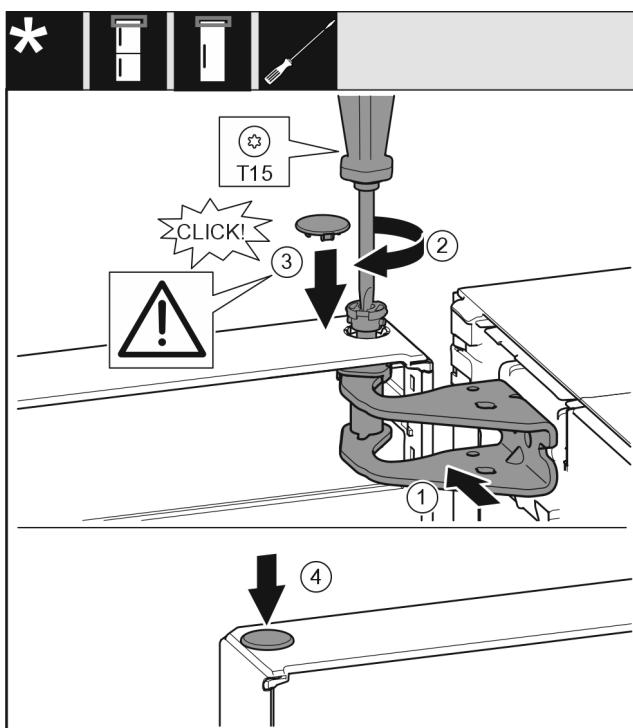

Fig. 23
- ▶ Ευθυγραμμίστε την πόρτα επάνω με το άνοιγμα στο στήριγμα. Fig. 23 (1)
- ▶ Τοποθετήστε τον πείρο Fig. 23 (2) και σφίξτε με κατσαβίδι.
- ▶ Τοποθετήστε το κάλυμμα ασφάλισης Fig. 23 (3) για την ασφάλιση της πόρτας: Τοποθετήστε το κάλυμμα ασφαλίσης και ελέγχτε εάν εφαρμόζει στην πόρτα. Διαφορετικά, τοποθετήστε ολόκληρο τον πείρο.
- ▶ Τοποθετήστε την τάπα Fig. 23 (4).